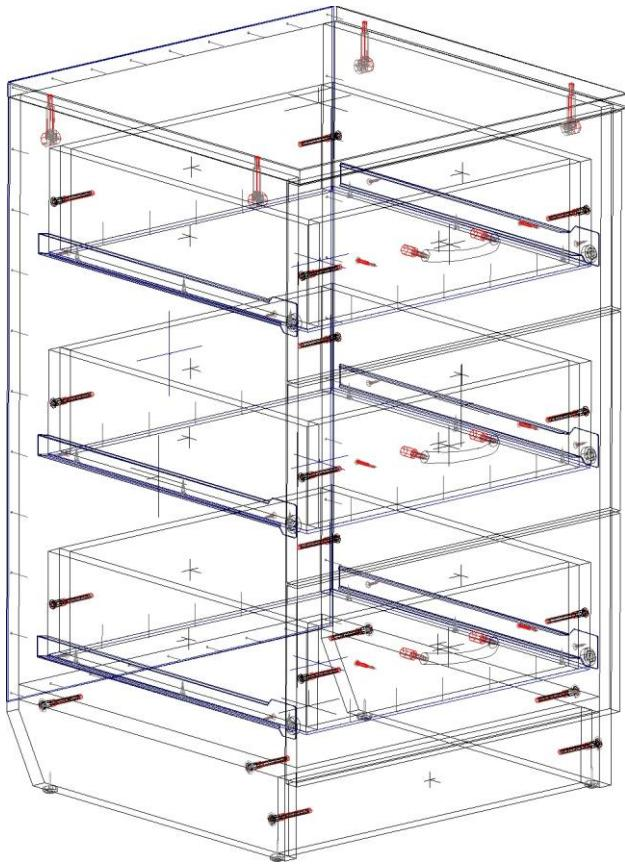

Рис. 1
- 4.1 Внимательно ознакомьтесь со схемой сборки, изображённой на рис. 1, сверяясь с комплектовочной ведомостью на изделие. Согласно позициям на схеме и комплектовочной ведомости определите расположение деталей в изделии и порядок их сборки. Сборка производится на ровном полу, укрытом материалом, предотвращающим повреждение покрытия пола и деталей мебели. Подготовьте необходимые для сборки инструменты – плоскую и крестовую отвёртки, молоток, рулетку или линейку.
- 4.3 Евровинтами, как показано на рис. 1, соедините вертик. ст. с горизонт. ниж. стенкой и цоколем. Установите крышку. Затяжка соединения производится путём поворота эксцентриков до упора в направлении стрелки, выштампованной на корпусе стяжки. Гвоздями закрепите зад. стенку ДВПО.